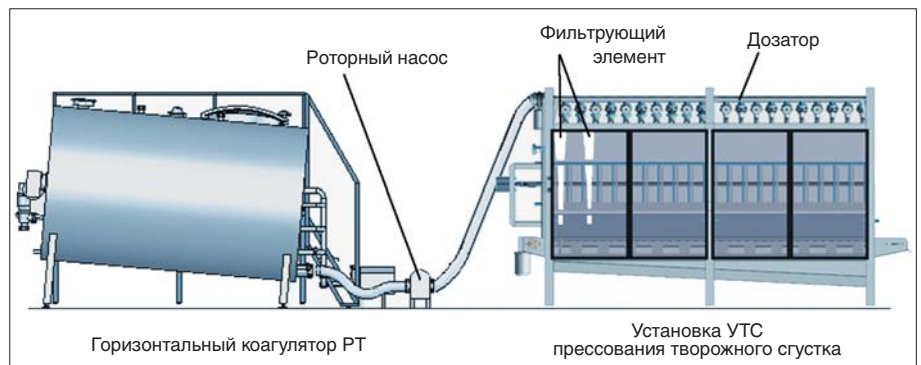

Рис. 1. Схема технологической линии
- установка прессования творожного сгустка (рис. 1).